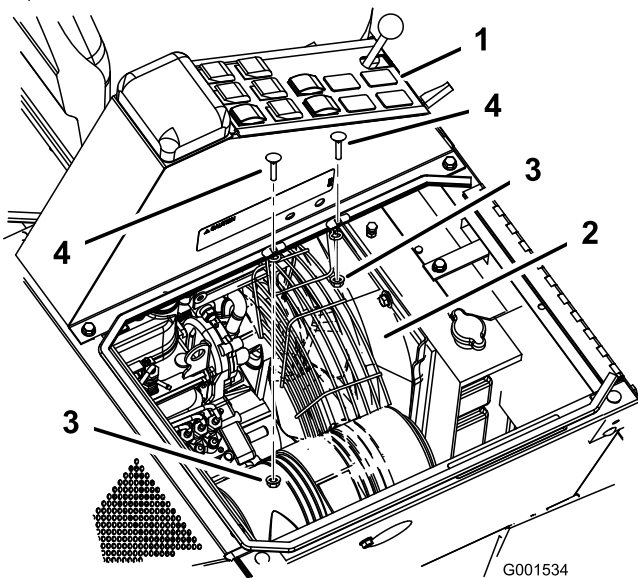

図 1
2. センターコンソールから2本のボルトとそのナットを外す (図 1)。
3. ガードを、センターコンソールの下の方ファンの上にセットする (図 1)。
4. ファンガードを、センターコンソールに固定する；キャリッジボルト (5/16 x 3/4 インチ) 4本と、フランジナット (5/16 インチ) を使用する (図 1)。